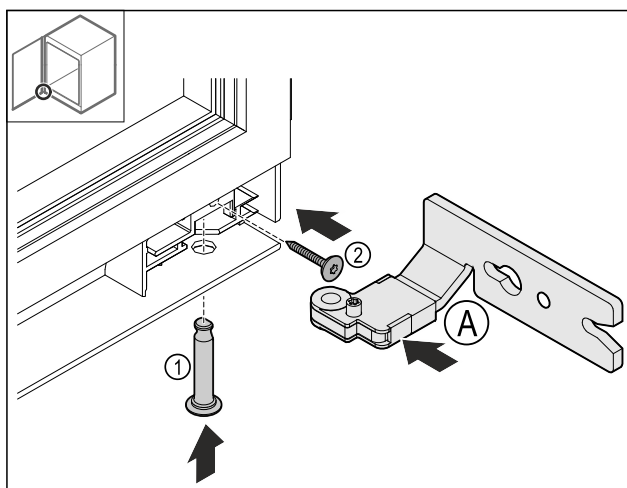

Fig. 27
- Установите нижний шарнир Fig. 27 (A).
- Вставьте и зафиксируйте палец Fig. 27 (1).
- Затяните винт Fig. 27 (2).